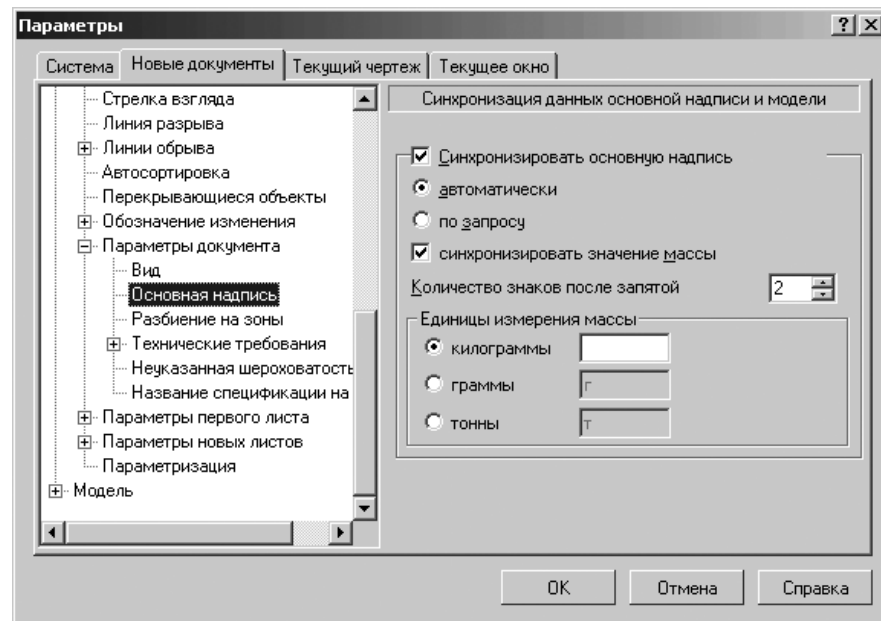

Рис. 10.80. Диалоговое окно **Параметры** с открытой вкладкой **Новые документы** и панелью **Синхронизация данных основной надписи и модели**
- щелкните в списке настраиваемых элементов **Параметры документа** по пункту **Основная надпись**. В правой части появится панель **Синхронизация данных основной надписи и модели**, показанная на рис. 10.80.